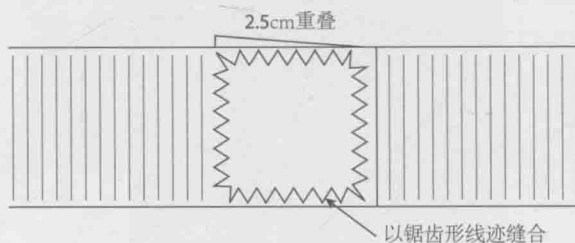

图1.11B 将抽带管内松紧带重叠缝合
10. 将松紧带两端拉出开口并交叠在一起(通过松紧带一头放置在另一头上面, 而非缝合在一起)并缝出一段矩形以固定住松紧带边缘(如图1.11B与图5.13B所示)。